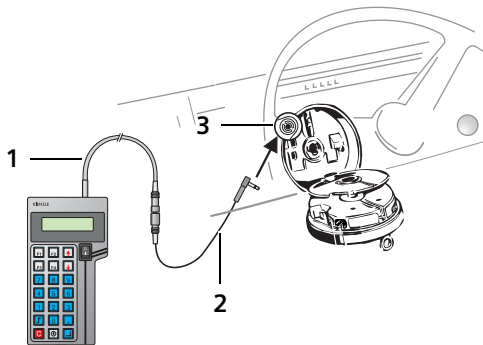

Abb. 7: HTC+ an Tachographen mit Diagnosebuchse anschließen
1. Diagnoseanschluss des HTC+ (1) gemäß Abb. 7 über Flachbandkabel (2) mit der Diagnosebuchse des Tachographen (3) verbinden